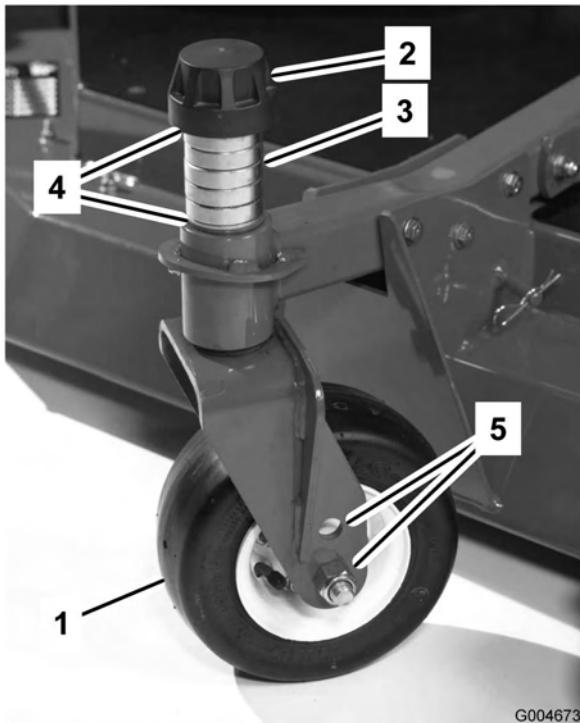

Figure 14
3. Enlevez le chapeau de tension de l'axe de pivot (Figure 14) et sortez l'axe du bras pivotant. Replacez les 2 cales (3 mm) sur l'axe de pivot comme à l'origine. Elles sont requises pour que les plateaux de coupe soient parfaitement de niveau sur toute la largeur. Placez le nombre requis d'entretoises de 1,25 mm (voir la table ci-dessous) sur l'axe de pivot pour obtenir la hauteur de coupe voulue, puis ajoutez la rondelle.